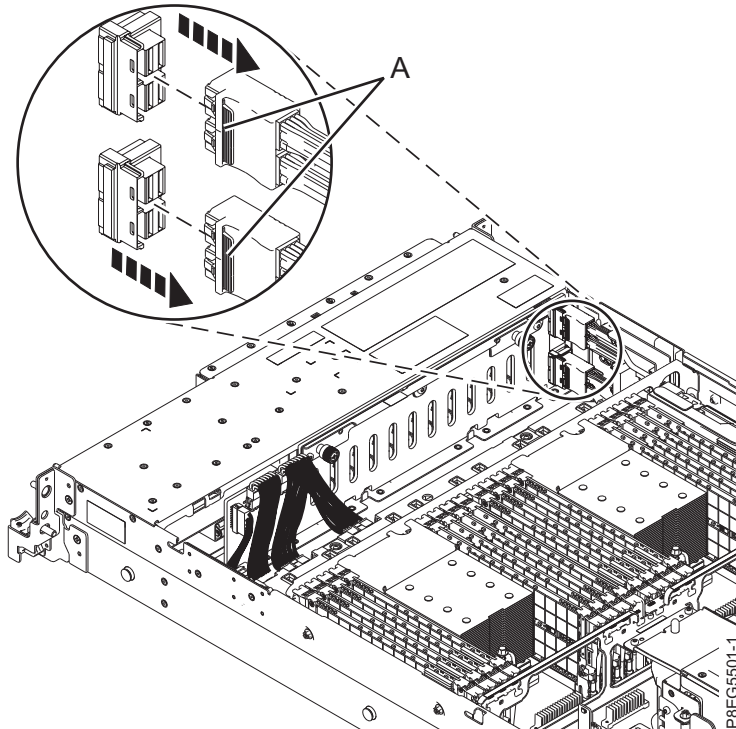

Figure 2. Déconnexion des câbles SAS avant
3. Étiquetez les câbles SAS avant en prêtant attention aux connecteurs auxquels chaque câble est connecté sur le fond de panier d'unité de disque et la carte interne SAS RAID. Déconnectez les câbles SAS avant du fond de panier d'unité de disque en appuyant sur le taquet (A) et en débranchant le câble, comme indiqué dans la figure 2, à la page 5.